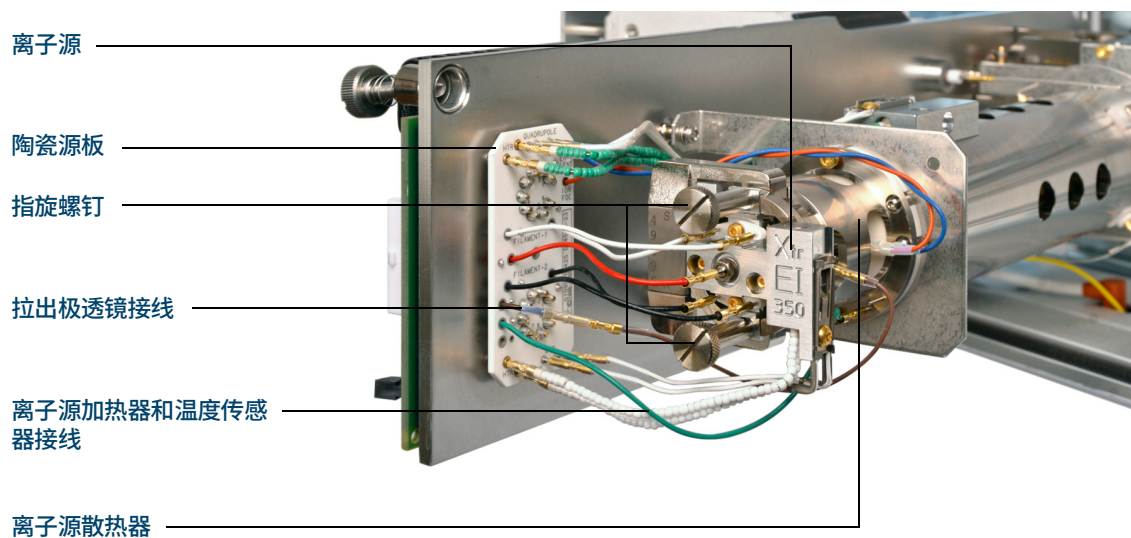

图 68. 安装 EI 离子源
- 1 将离子源滑入源散热器。（请参阅图 68。）
- 2 安装并用手拧紧离子源指旋螺钉。不要将指旋螺钉拧得过紧。（请参阅图 68。）